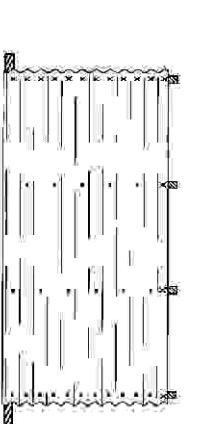

Рис. 4
5. Начиная от стыка карниза и фронтона, прикрепите гвоздями карнизный гофр первого листа Nuline к каждой планке обрешетки со стороны фронтона (рис. 4).
6. Затем подравняйте противоположную часть листа с меловой линией. Забейте гвозди по месту (рис. 4) по второму гофру от меловой линии с тем, чтобы позволить этой стороне перекрыть следующий лист. Если Вы намерены использовать закрывающие рельефные планки, установите их до забивания гвоздей по краю карниза.